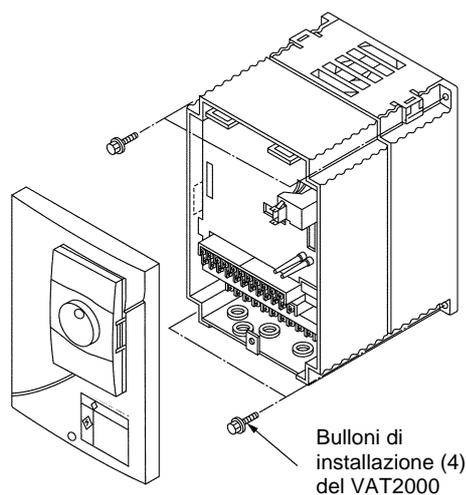

Fig. 2.3
#### (2) N18K5, X22K0 e più grandi (Fig. 2.3)